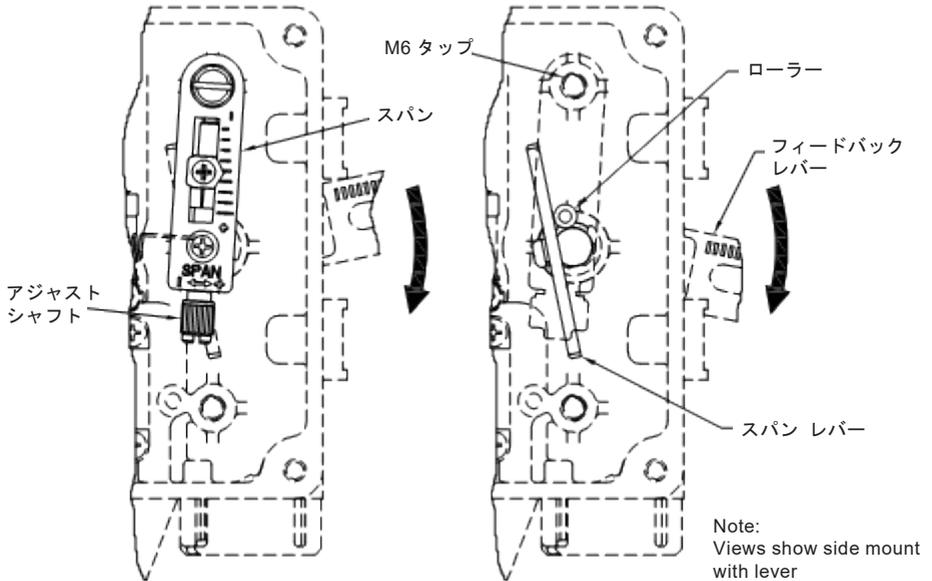

図15. スパン設置 (サイド = DA, 中央 = RA)
- 1) 左サイドマウント - 入力信号が増加した時にステムが下降する場合、図15のように「スパン」を上部のM6 タップ穴に組み立てます。図15.(DA)
- 2) サイドマウント - 入力信号が増加した時にステムが上昇する場合は「スパン」を図15のように下部のM6タップ穴に組み立てます。図15.(RA)